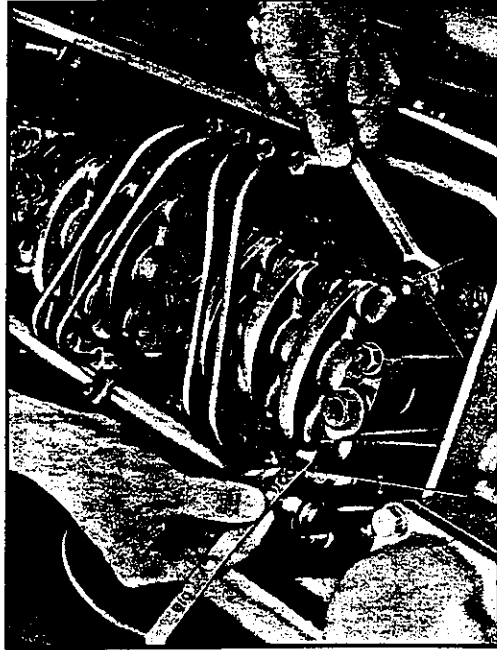

Fig. 1 - Klepspelafstellen
3. Contramoor van tuimelaarsteel losschroeven en uiteinde van kaliber J.8168, gemerkt .008" tussen klepsteel en tuimelaar schuiven. Tuimelaarsteel afstellen tot het kaliber lichtjes klemt. Zie fig. 1.